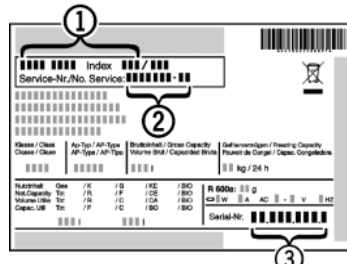

Fig. 14
- ▶ Назва пристрою Fig. 14 (1), сервісний номер Fig. 14 (2) та серійний номер Fig. 14 (3) вказані на табличці типів. Табличка типів знаходиться всередині пристрою, зліва.
- ▶ Повідомте сервісну службу про характер неполадки, назву пристрою Fig. 14 (1), сервісний номер Fig. 14 (2) та серійний номер Fig. 14 (3).